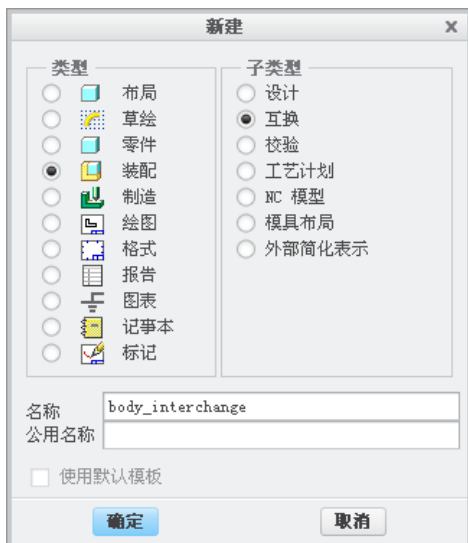

图 6.4.2 “新建”对话框
Step2. 单击“新建”按钮 ;在图 6.4.2 所示的“新建”对话框中,选中 **类型** 中的  **装配** 单选项,选中 **子类型** 中的  **互换** 单选项,然后输入文件名 `body_interchange`,单击 **确定** 按钮。
(1) 添加 `body.prt`。单击 **模型** 功能选项卡 **元件** 区域中的“功能”按钮 。然后打开文件 `body.prt`。
(2) 添加 `body_sweep.prt`。
① 继续单击 **模型** 功能选项卡 **元件** 区域中的“功能”按钮 。
② 系统弹出文件“打开”对话框,打开文件 `body_sweep.prt`。
③ 此时系统弹出元件放置操控板,在这里可以不对两个元件进行装配约束,而直接单击  按钮。